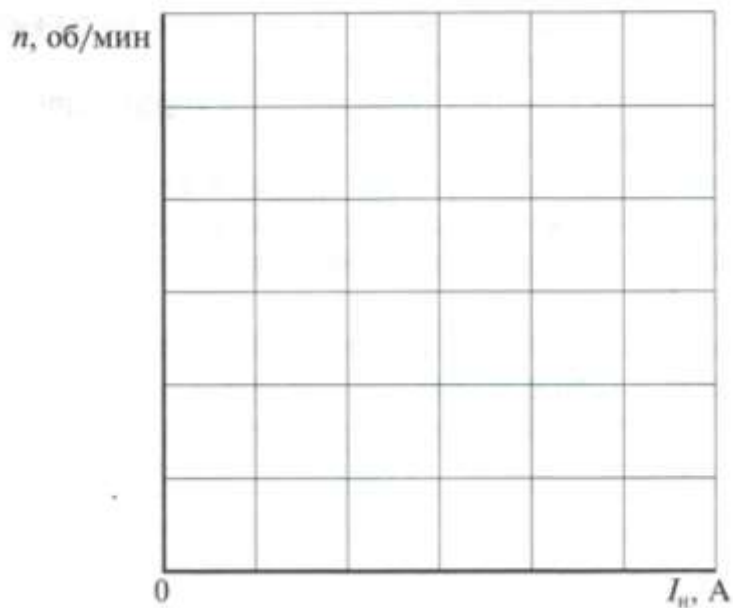

Рис. 10.2 Механическая характеристика асинхронного двигателя
1. Собрать левую часть схемы в соответствии с рис.10.1, для чего соединить соответствующим кабелем разъемы стенда и платформы с электрическими машинами. С помощью проводов со штекерами включить АД в схему, придерживаясь обозначений концов обмоток. Обмотки статора двигателя соединить «звездой». Подключить миллиамперметр к обмотке статора АД, а вольтметр – к выходным зажимам тахогенератора (ТГ) в соответствии с рис. 10.2. подвести питание от трехфазной сети.
3. Дополнительное задание. На основании данных таблицы 10.2 построить на рис. 10.2 механическую характеристику АД  $n = f(I_H)$ . определить скольжение при номинальной нагрузке  $S_{ном}$ . Результат занести в протокол испытаний.